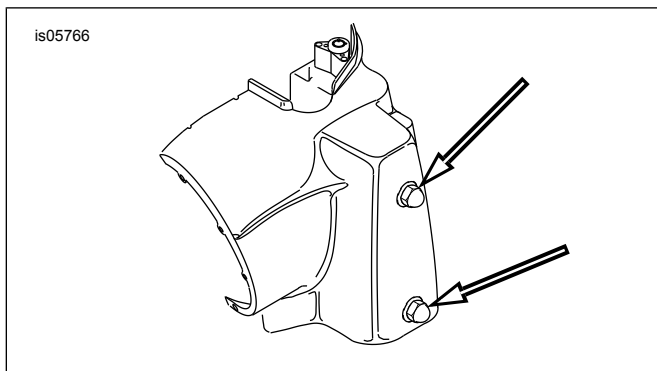

Figura 9. Elemente de fixare nacelă far (Modele FLHR)
3. Consultați Figura 9 . Slăbiți cele două piulițe ghindă care fixează jumătatea stângă a nacelui (vezi săgețile). Repetați pentru jumătatea dreaptă a nacelui.